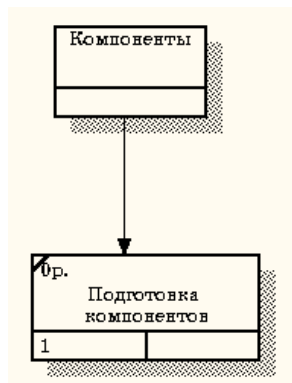

Рисунок 17 Объект ссылки и работа «Подготовка компонентов» связаны стрелкой
2.4 С помощью кнопки  палитры инструментов создайте объект ссылки. Внесите имя объекта внешней ссылки "Компоненты" (рисунок 17). Свяжите стрелкой объект ссылки и работу "Подготовка компонентов".